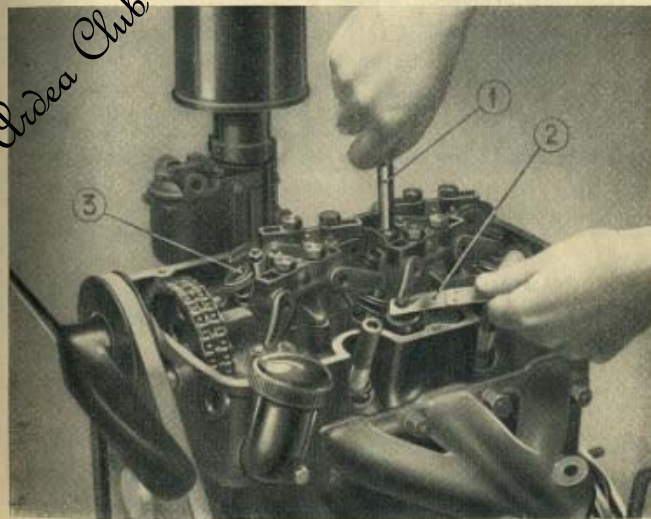

Fig. 7. - Registrazione del gioco delle valvole.
Per registrare il gioco tra i bilancieri e le valvole procedere nel seguente modo (vedi fig. 7):
- a) Registrare a mm. 0,45 il gioco tra la valvola di aspirazione ed il relativo bilanciere del cilindro N. 2 (vedi fig. 7).
- c) Far ruotare l'albero distribuzione nel senso di rotazione del motore, fino a che la valvola di aspirazione (3) del cilindro N. 2, registrata col gioco di mm. 0,45, non inizi l'apertura (vedi fig. 7).